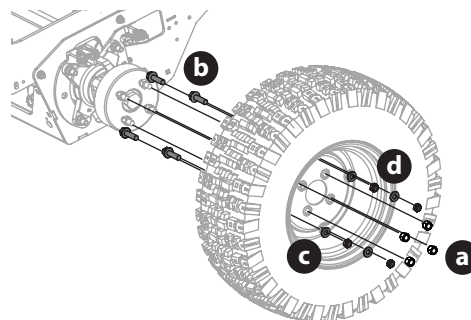

Figure 52
3. Retirez les quatre écrous de roue (a) pour enlever la roue intérieure (Figure 52).
4. Si vous remplacez le pneu intérieur, retirez les quatre vis hexagonales (b), les rondelles (c) et les contre-écrous (d) qui maintiennent les vis de montage en place pour l'adaptateur de roue double (Figure 52).